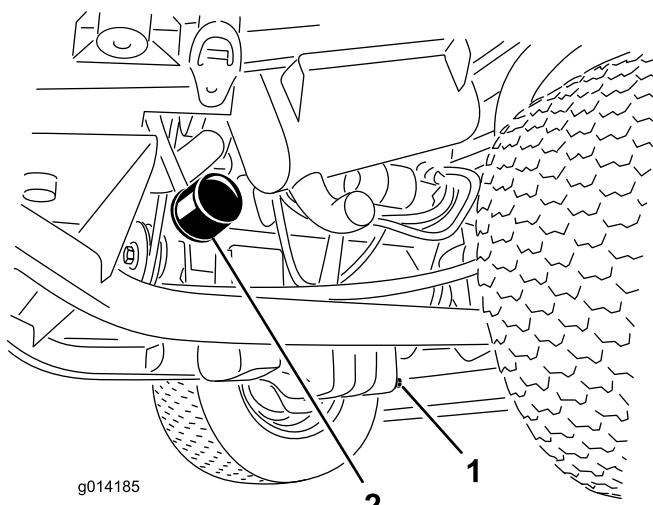

Figura 45
3. Togliete il filtro dell'olio (Figura 45).
1. Togliete il tappo di spurgo (Figura 45) e lasciate defluire l'olio in una bacinella.